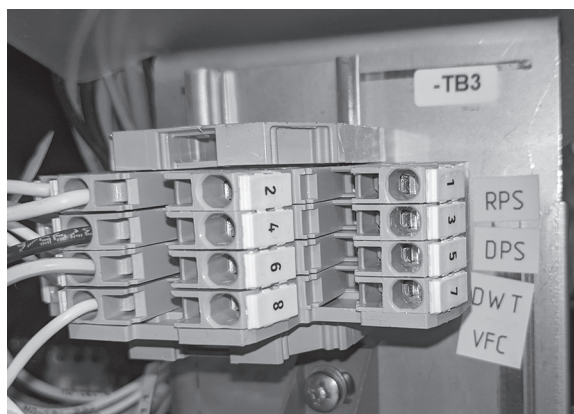

Fig. 10
Les bornes DPS-3 et DPS-4 (Fig. 10) sont alimentées par la tension de ligne contrôlée de la machine. Elles sont sous tension (ON) pendant le cycle de lavage et hors tension (OFF) entre les cycles, lorsque la machine est en cycle de détartrage ou lorsque l'alimentation de la machine est désactivée (OFF). **L'intensité maximale du distributeur de détergent connecté à DPS-3 et DPS-4 est de 1,5 A à la tension du secteur.** Vérifiez la tension d'alimentation de la machine et utilisez la tension correspondante du transformateur d'alimentation. Utilisez un fil isolé de 600 V minimum homologué UL pour les connexions. N'utilisez pas de fil de sonnette, de cordon de lampe ou de fil de type similaire. Les raccords, si nécessaire, doivent être effectués dans la boîte de jonction du transformateur d'alimentation (fournie par des tiers) - et non dans l'enceinte des commandes principales. Utilisez l'orifice de 2,2 cm (7/8 po) de diamètre situé sous la machine sur le côté avant droit de la machine pour le raccord de conduit de 1,3 cm (1/2 po). Pour accéder, retirez le panneau avant inférieur et le panneau du côté droit. Des raccords de décharge de traction doivent être prévus pour tout le câblage.
Les bornes RPS-1 et RPS-2 (Fig. 10) sont alimentées par la tension de ligne contrôlée de la machine. Elles sont sous tension (ON) pendant le cycle de rinçage et hors tension (OFF) entre les cycles, lorsque la machine est en cycle de détartrage ou lorsque l'alimentation de la machine est désactivée (OFF). **L'intensité maximale du distributeur de produit de rinçage connecté à RPS-1 et RPS-2 est de 1,5 A à la tension du secteur.** Vérifiez la tension d'alimentation de la machine et utilisez la tension correspondante du transformateur d'alimentation. Utilisez un fil isolé de 600 V minimum homologué UL pour les connexions. N'utilisez pas de fil de sonnette, de cordon de lampe ou de fil de type similaire. Les raccords, si nécessaire, doivent être effectués dans la boîte de jonction du transformateur d'alimentation (fournie par des tiers) - et non dans l'enceinte des commandes principales. Utilisez l'orifice de 2,2 cm (7/8 po) de diamètre situé sous la machine sur le côté avant droit de la machine pour le raccord de conduit de 1,3 cm (1/2 po). Pour accéder, retirez le panneau avant inférieur et le panneau du côté droit. Des raccords de décharge de traction doivent être prévus pour tout le câblage.